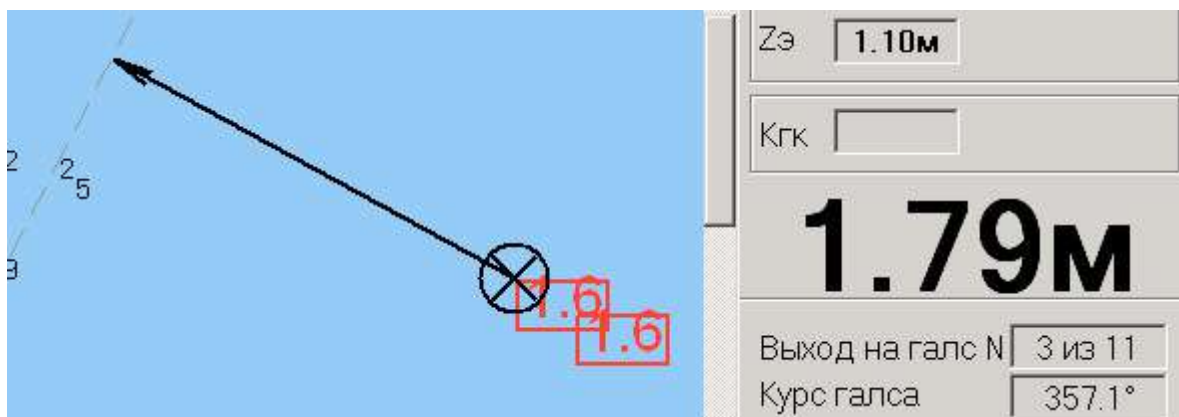
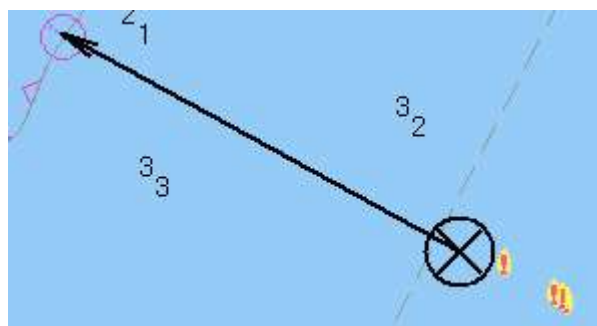

Рисунок 6.3.2 – Вывод значков аварийных глубин на карту (глубина 1,6 м в красной рамке)
Рисунок 6.3.3 – Вывод значков аварийной сигнализации по СКП и отклонению от галса.
- «**На карте**» - нанесение на карту специальных знаков оперативных отметок  (см. рис. 6.3.3) в точках обнаружения аварийных ситуаций. В случае обнаружения опасных глубин, они выводятся на карту в красных рамках (рис. 6.3.2).